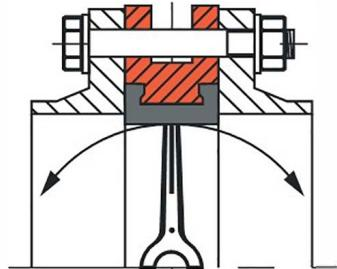

Рис. 2 (неправильно)
- 2) В случае использования фланцев с внутренним диаметром больше номинального диаметра затвора фланцы не будут полностью закрывать седловое уплотнение, что может привести к повреждению и деформации седлового уплотнения (рис. 2).